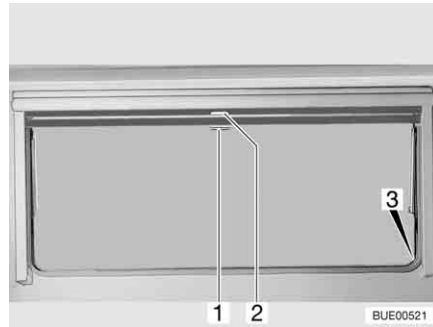

Fig. 83 Finestra apribile
- Tirare verso il basso l'oscurante a rullo accompagnandolo con la maniglia (Fig. 83,2). Quando si chiude completamente l'oscurante a rullo esso va agganciato da entrambi i lati al telaio della finestra nell'apposito elemento di fissaggio (Fig. 83,3).
- Quando l'oscurante a rullo è completamente chiuso: Spingere la maniglia (Fig. 83,2) verso il basso tirandola leggermente verso l'interno. Sganciare l'oscurante a rullo dagli elementi di fissaggio a destra e a sinistra del telaio della finestra.
- Quando l'oscurante a rullo si trova in posizione intermedia: Tirare la maniglia (Fig. 83,2) leggermente verso il basso finché l'elemento di fissaggio non si è sganciato.
- Tirare la maniglia (Fig. 83,1) della zanzariera a rullo verso il basso e agganciarla all'elemento di fissaggio (Fig. 83,3) su entrambi i lati del telaio della finestra.
- Spingere la maniglia (Fig. 83,1) verso il basso tirandola leggermente verso l'interno. Sganciare la zanzariera a rullo dagli elementi di fissaggio a destra e a sinistra del telaio della finestra.